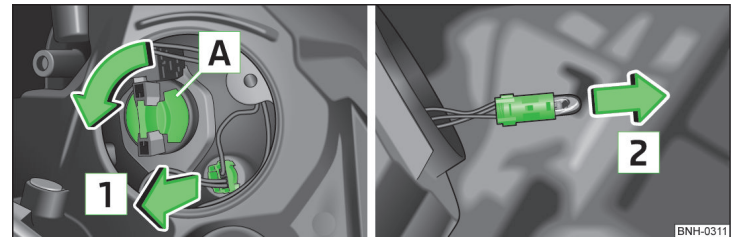

Abb. 161 Glühlampen für Fern-, Tagfahr- und Standlicht
- Den Sockel **A** » Abb. 161 bis zum Anschlag in Pfeilrichtung drehen und herausnehmen.
- Den Sockel mit der Glühlampe mit Wackelbewegungen in Pfeilrichtung **1** » Abb. 161 herausziehen.